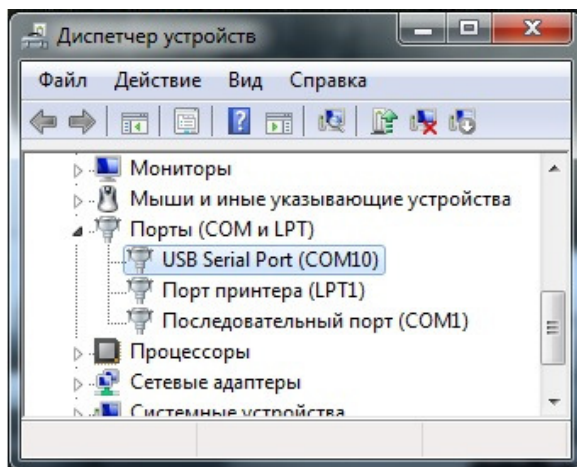

Рисунок 17 — Регистратор подключен к COM10
9.1.4 Посмотрите номер COM-порта, к которому подключен регистратор в «Диспетчере устройств» (см. рисунок 17).